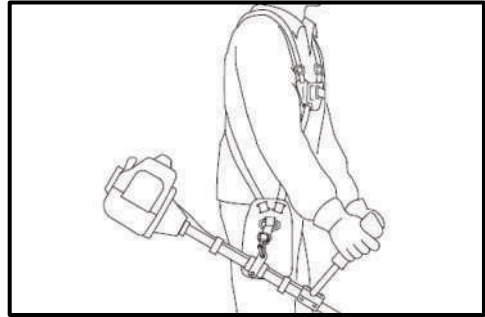
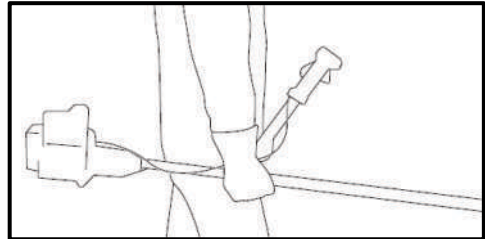

Рис. 4
Рис. 5
- При перенесенні мотокоосу на короткі відстані (при переході з одного місця роботи на інше) рекомендується заглушити двигун. Переносьте мотокоосу, повисивши її на ремінь та тримаючи за рукоятки (Рис. 4) або тримаючи за штангу (Рис. 5).